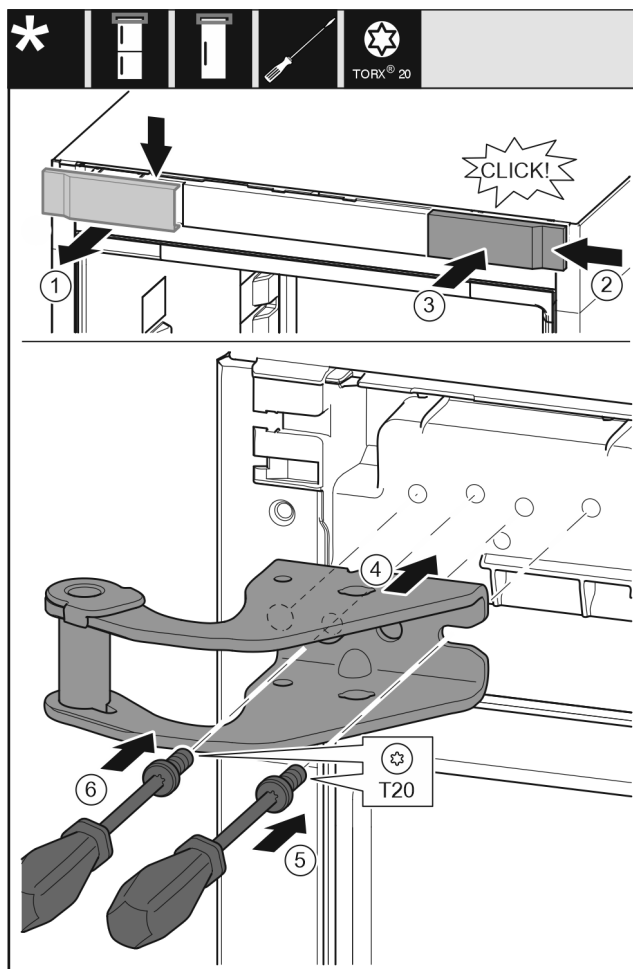

Fig. 14
- ▶ Wyjąć osłonę od góry do przodu. Fig. 14 (1)
- ▶ Osłonę obrócić o 180° i założyć z drugiej strony od prawej. Fig. 14 (2)
- ▶ Zazębić osłonę. Fig. 14 (3)
- ▶ Założyć górną płytkę zawiasu. Fig. 14 (4)
- ▶ Śrubę założyć przy pomocy śrubokręta T20 i mocno dokręcić. Fig. 14 (5)
- ▶ Śrubę założyć przy pomocy śrubokręta T20 i mocno dokręcić. Fig. 14 (6)